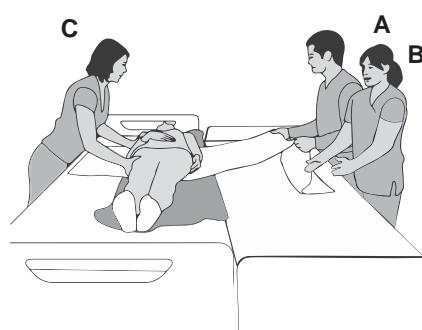

Figura 14
6. (Îngrijitorii A și B) Trageți simultan cearșaful de tragere și asigurați siguranța transferului stănd în partea de primire. (**Consultați Figura 14**)